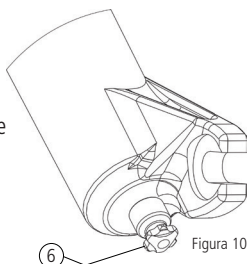

Figura 10
Para regular a velocidade de retorno utilize o botão (6) que está localizado na parte inferior do monobloco na perna hidráulica (Figura 10).